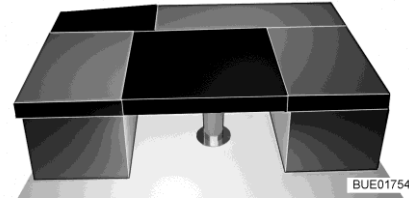

Bild 156 Nach dem Umbau
- Das rechteckige Zusatzpolster auf den Tisch legen (zwischen die Sitzpolster der Sitzbänke, siehe Bild 156).